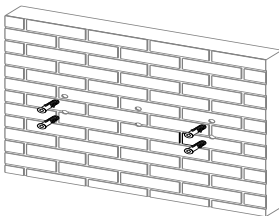
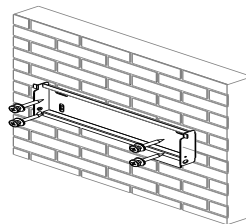

FIG.6-7 Instalar chumbadores de expansão
FIG.6-8 Fixar o suporte de montagem na parede
2) Bata os chumbadores de expansão nos quatro orifícios correspondentes e, em seguida, fixe o suporte de montagem na parede com parafusos auto-roscentes, conforme FIG. 6-7 e FIG. 6-8.